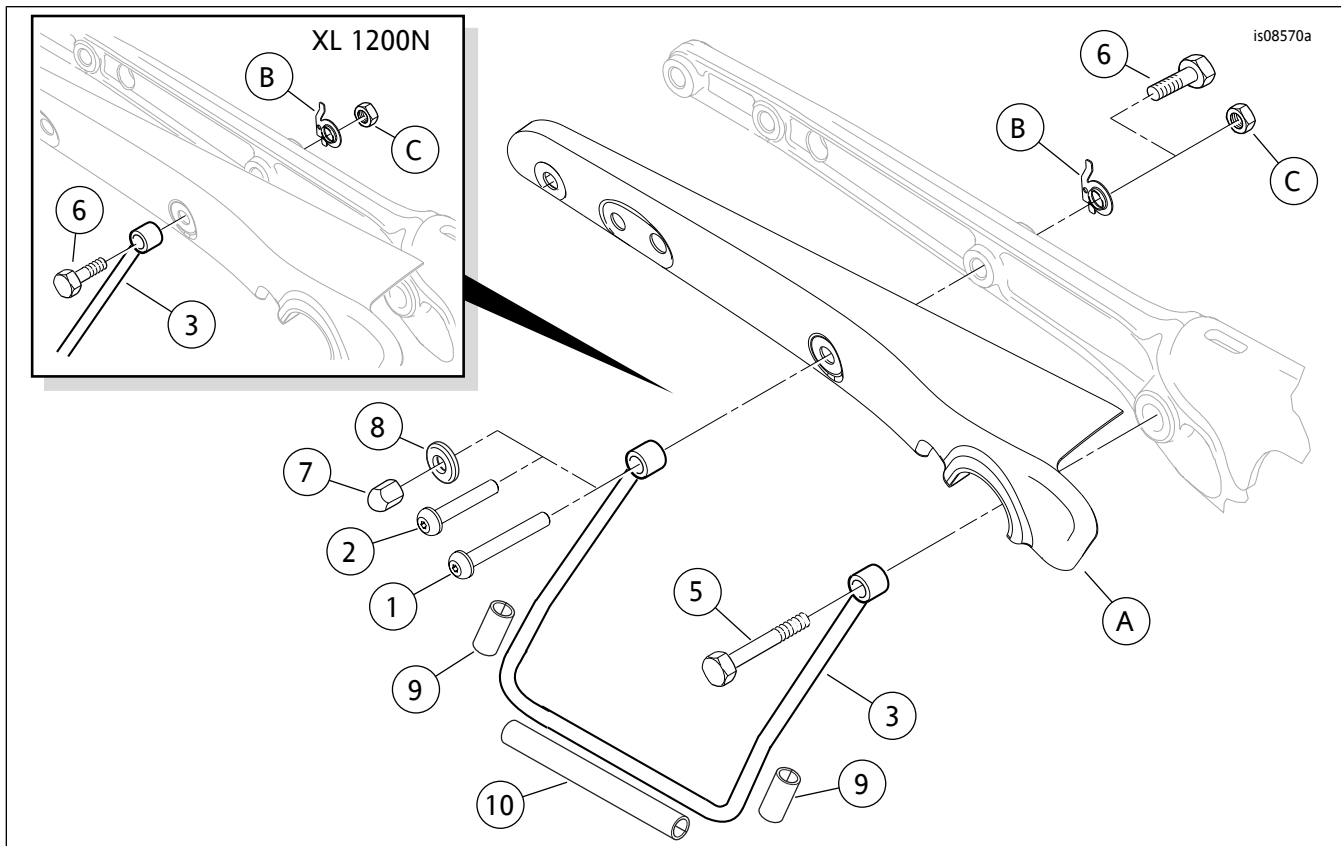

图3。维修零件：边箱支架套件
参见图3和表1。
4. 参见图3。定位支架（3），使前安装孔位于减震器螺柱之上、后安装孔位于挡板支架孔之上。